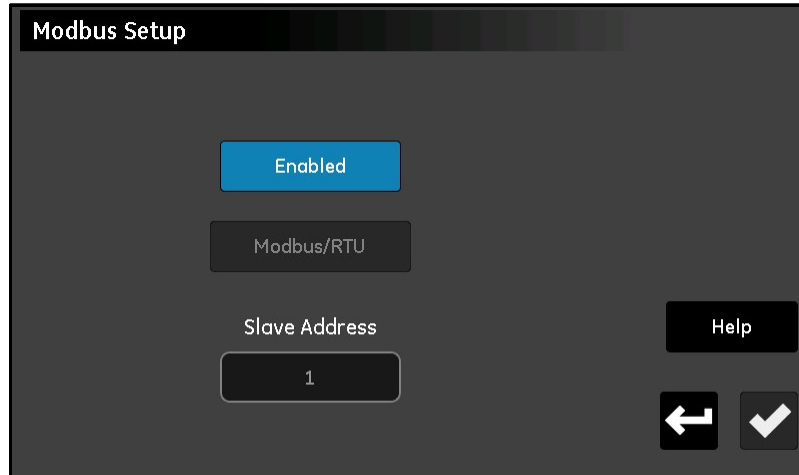

Figura 68: A tela Conf. de Modbus
1. Na tela *Menu Configuração* (veja a *Figura 52 na página 57*), toque no botão **Modbus** para abrir uma tela *Conf. de Modbus* semelhante à *Figura 68* abaixo.